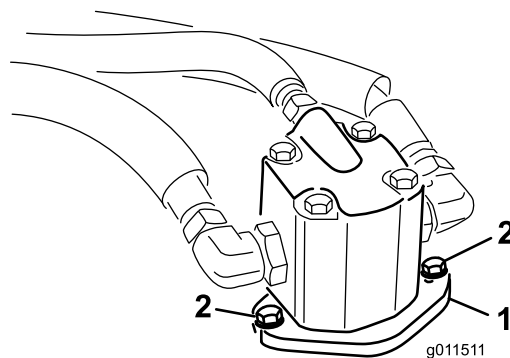

Figura 84
4. Retire los pernos que sujetan el motor hidráulico a la carcasa de corte (Figura 84).